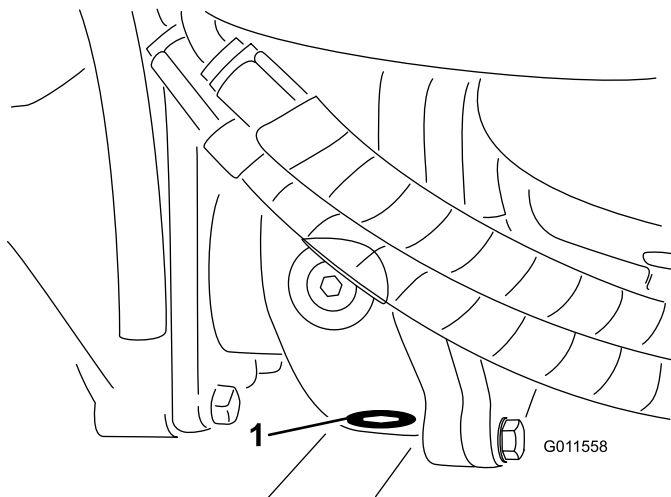

Bild 64
5. Reinigen Sie den Bereich um die Ablassschraube an der Unterseite des Getriebes (Bild 64)